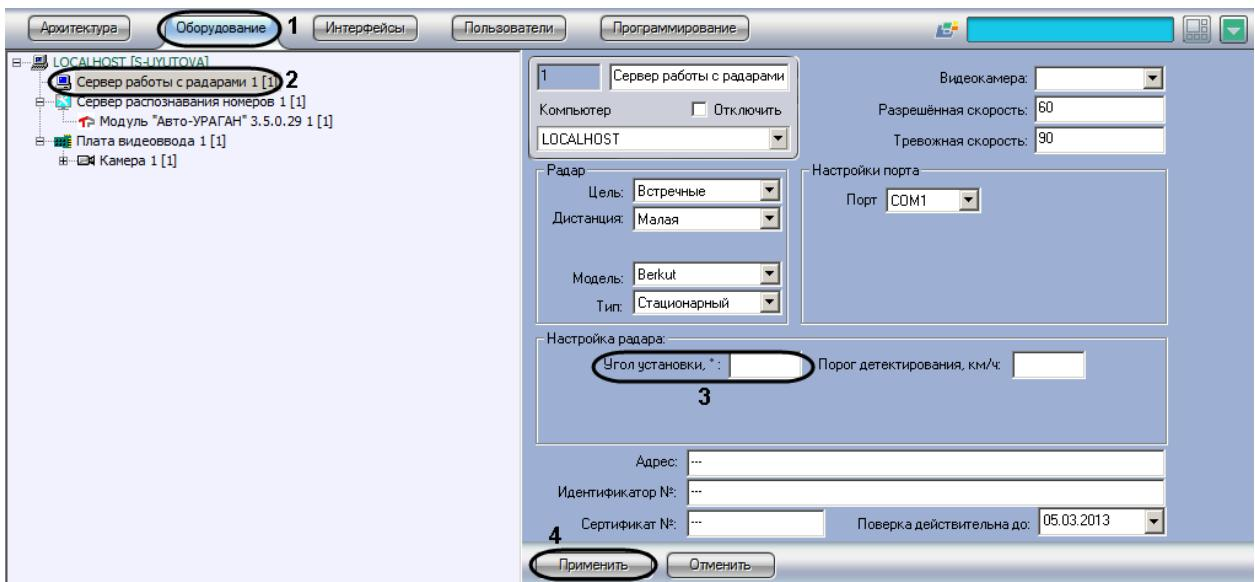

Рис. 7.3—9. Указание угла наклона устройства «Радар» над дорогой
- В дереве объектов на вкладке «Оборудование» выбрать объект «Сервер работы с радарами», соответствующий настраиваемому программному модулю «Радар» (см. Рис. 7.3—9, 2). В правой части вкладки «Оборудование» отобразится панель настройки выбранного объекта.
- Задать в поле «Угол установки,0» угол наклона устройства «Радар» над полосой дорожного движения (см. Рис. 7.3—9, 3).